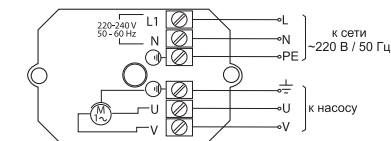

Рис. 5
- 6.7. Присоединить проводники кабелей к соответствующим контактам платы панели управления согласно рис. 5. Сетевой кабель, подключаемый к BKN, необходимо оснастить штепсельной вилкой с заземляющим контактом. А подключаемый к BKN кабель управления насосом рекомендуется оснастить надежной бризгозащитной розеткой с заземляющим контактом.